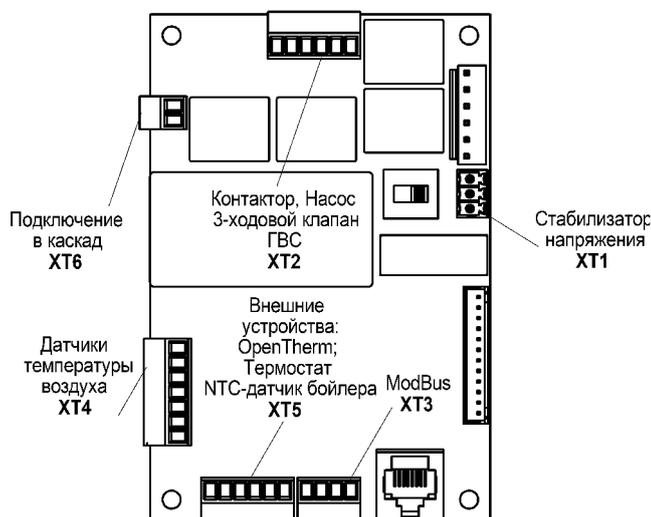

Рисунок 8. Основные разъёмы платы контроллера
6.4.2 Назначение основных разъёмов платы контроллера (подключение внешних устройств) для исполнений NEXT PLUS-3...28 показано на рис. 8.